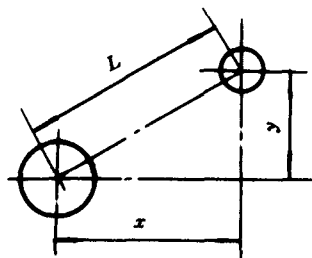

图 3.1
3.6 用坐标法分别测得如图 3.1 所示的两孔中心纵、横坐标方向的距离 $x = 30.020 \text{ mm}$, $y = 20.990 \text{ mm}$, 测量极限误差为 $\delta_{\text{lim}x} = \delta_{\text{lim}y} = \pm 0.005 \text{ mm}$, 求孔中心距 L 及其测量极限误差 $\delta_{\text{lim}L}$ 。